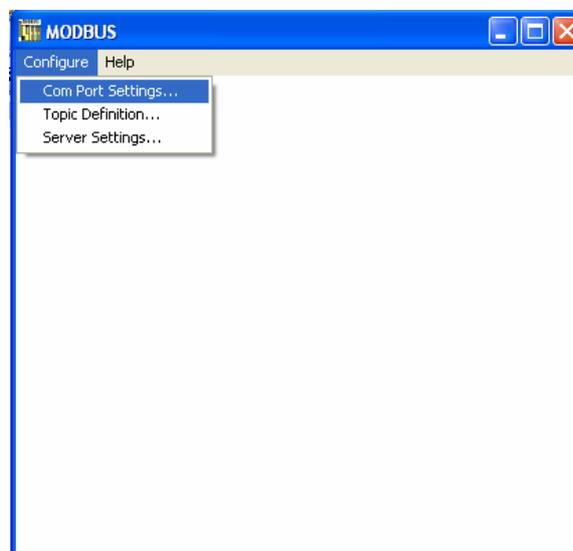

Figura 4.10. Software MODBUS
**Para la comunicación se necesita del I/O Server MODBUS que va a servir para la comunicación entre el Intouch (PC) con la Master Station. La Master Station sirve para recoger toda la información de los actuadores eléctricos.**
- Se setea la configuración de la comunicación del pórtico en el software MODBUS. Figura 4.10: